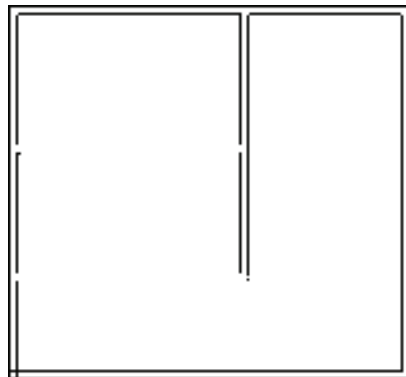

图4-16 绘制构造柱
4) 在对话框中单击“确定”按钮，绘制构造柱，结果如图4-16所示。